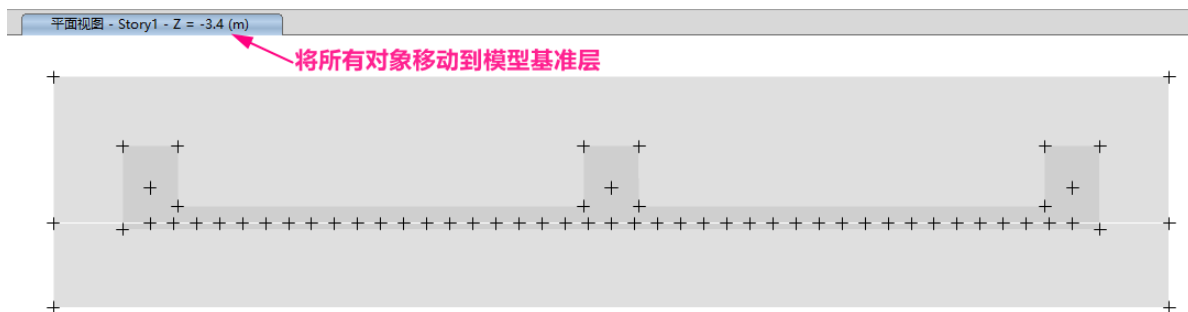

图 7 将所有对象移动到模型基准层
(3) 选中基础底板、刚域以及所有荷载点（可使用 Ctrl+A 全选），通过【编辑>移动】命令，将所有对象移动至模型基准层，如图 7 所示。